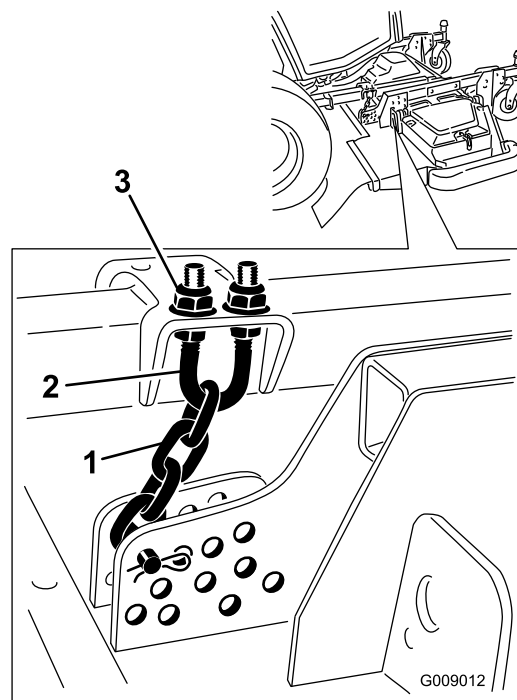

Рисунок 94
5. Отпустите верхние или нижние зажимные гайки на U-образном болте цепи высоты скашивания (Рисунок 94).